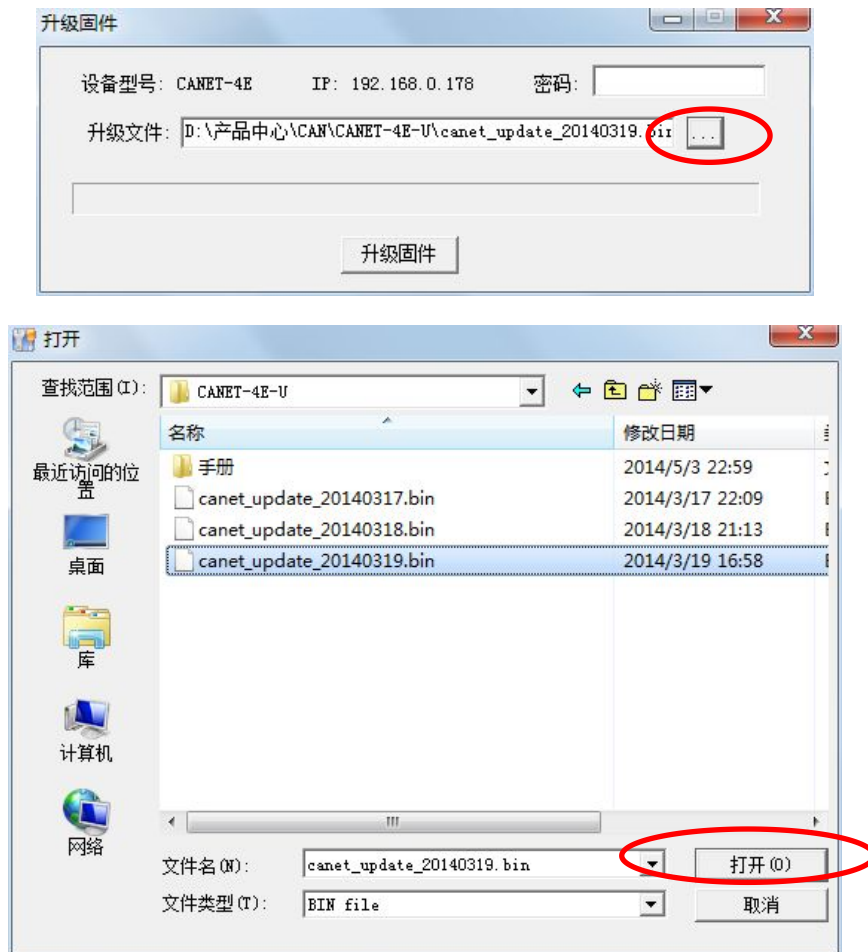

图 6.15 固件升级界面
2. 单击菜单中的【升级固件】，出现如图 6.15 所示的固件升级界面，填入密码（默认是 88888），然后选中升级文件，单击“打开”按钮。